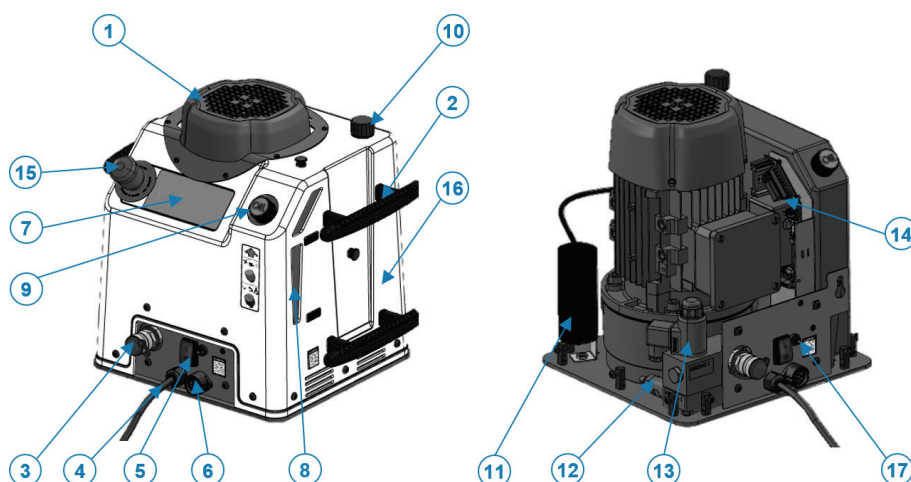

Fig. 2: Vue de face et vue intérieure
La pompe électrohydraulique est équipée d'un bouton d'arrêt d'urgence situé sur le dessus du capot en plastique ; lorsqu'on appuie dessus, l'alimentation électrique de la pompe électrohydraulique est coupée et les mouvements de la machine sont arrêtés (Fig. 2, pos. 15).
La pompe électrohydraulique est équipée d'un disjoncteur de protection intégré qui se déclenche en cas de surcharge de la machine. Le temps de déclenchement dépend de l'intensité de la surcharge. Une fois déclenché, celui-ci coupe l'alimentation électrique de la pompe électrohydraulique. Tous les mouvements de la machine sont arrêtés (Fig. 2, pos. 17).
L'ensemble de la pompe électrohydraulique est monté sur une plaque de base. Les poignées de transport intégrées (Fig. 2, pos. 2) permettent de déplacer l'appareil d'un poste de travail à l'autre. À l'avant se trouve la plaque de raccordement client, qui permet le raccordement hydraulique et de commande (Fig. 2, pos. 3 et pos. 6) pour les outils raccordés, l'interrupteur à bascule (Fig. 2, pos. 5) permettant de mettre la machine en marche et de l'arrêter, ainsi que le câble d'alimentation (Fig. 2, pos. 4). La plaque signalétique (Fig. 2, pos. 7) se trouve sur la face du capot en plastique (Fig. 2, pos. 16) tournée vers le client.
Le niveau d'huile hydraulique dans le réservoir peut être lu et vérifié à l'aide du regard (Fig. 2, pos. 8) situé sur le côté droit de la pompe. Des autocollants indiquant les niveaux de remplissage minimum et maximum ont été apposés à titre indicatif. La pompe est activée à l'aide de la pédale de sécurité (AHP-C) raccordée à l'outil ou de la commande manuelle (AHP-S). Lorsque l'on utilise l'outil approprié et que l'on appuie sur le bouton de pause, la pression est maintenue et l'outil reste en place. Lorsque vous relâchez le bouton Pause, l'appareil redémarre. Si la pression de service dans l'outil dépasse la pression maximale réglée sur la pompe, la soupape de limitation de pression (Fig. 2, pos. 12) s'ouvre et renvoie le débit d'huile vers le réservoir de la pompe. L'ouverture du réservoir est obturée, en service, par la vis d'aération perméable à l'air (Fig. 2, pos. 9) et, pour le transport, par la vis d'obturation étanche (Fig. 2, pos. 10). Lorsque l'on actionne le bouton d'arrêt d'urgence (Fig. 2, pos. 15), l'alimentation électrique de la pompe est coupée, le moteur (Fig. 2,
pos. 1) s'arrête, l'électrovanne revient en position de repos, l'huile hydraulique s'écoule dans le réservoir et l'outil revient à sa position initiale. En cas de surcharge, le disjoncteur de protection de l'appareil se déclenche et coupe l'alimentation électrique de la pompe électrohydraulique. Le bouton-poussoir (Fig. 2, pos. 17) permet de réarmer le disjoncteur de protection de l'appareil après son déclenchement.